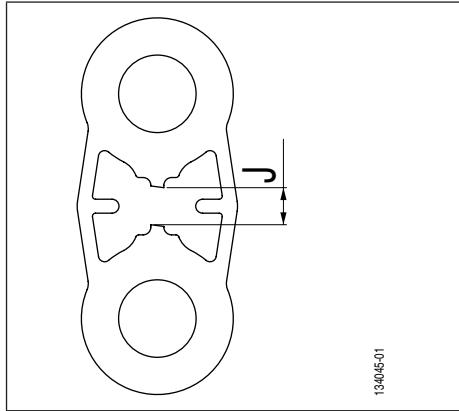
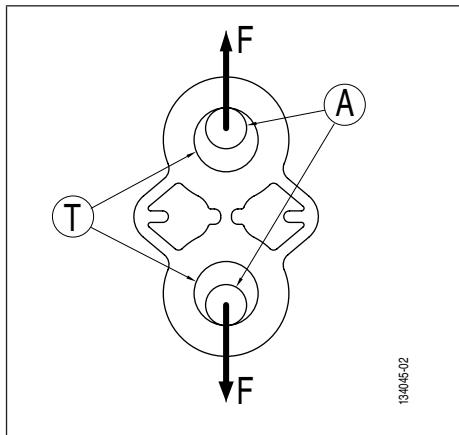
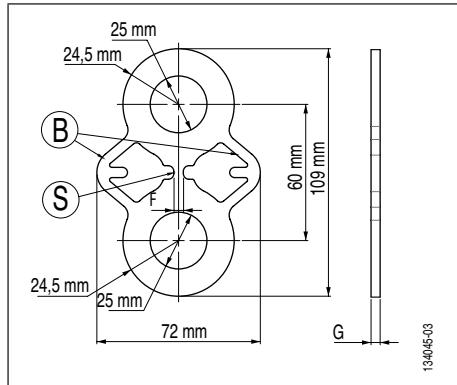

Fig. 1
Fig. 2
Fig. 3
Il carico di test è raggiunto alla rottura della sezione centrale della placchetta (Fig. 3, pag. 44, rif. S). Un paio di bracci di ritegno (Fig. 3, pag. 44, rif. B) permettono di garantire la trattenuta della linea di messa in carico dopo la rottura della sezione di controllo 'S'.
E' stata progettata una gamma completa di placchette per test TA al fine di testare in trazione i punti di ancoraggio. I fori di aggancio (Fig. 2, rif. T) delle placchette sono dimensionati in modo da ricevere dei grilli a lira di alta resistenza. Le diverse referenze di placchette per test TA sono realizzate in acciaio inossidabile dello stesso materiale in modo da garantire la rottura della sezione (Fig. 3, pag. 44, rif. S) con una precisione di +/- 10% in rapporto al carico di rottura CR indicato sulla placchetta (capitolo 11. *Marcature*). I bracci di ritegno (Fig. 3, pag. 44, rif. B) sono dimensionati in modo da garantire una resistenza meccanica di almeno il carico di rottura CR indicato sulla placchetta.
- Messa in carico della placchetta per test TA (Fig. 2).
- Al carico di rottura CR indicato sulla placchetta (capitolo 11. *Marcature*) rottura della sezione S (Fig. 3, pag. 44, rif. S).
→ Allungamento della placchetta e formazione di un gioco 'J' tra due le due metà-parti alta e bassa della placchetta per test TA (Fig. 1, gioco J).
PERICOLO: Se l'operatore rimette in carico la placchetta dopo la rottura della sezione 'S', esiste il rischio di rottura dei bracci di ritegno (Fig. 3, pag. 44, rif. B) e di caduta dell'apparecchio di messa in carico. Il gioco 'J' massimo (Fig. 1, gioco J) non deve superare i 15 mm.